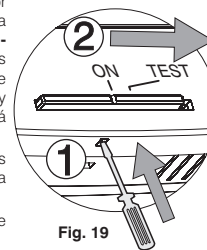

Fig. 19
- Poner el selector **"ON - TEST"** en **TEST** (fig. 19).
- Poner el selector **"ON - TEST"** en **TEST** (véase fig. 19).